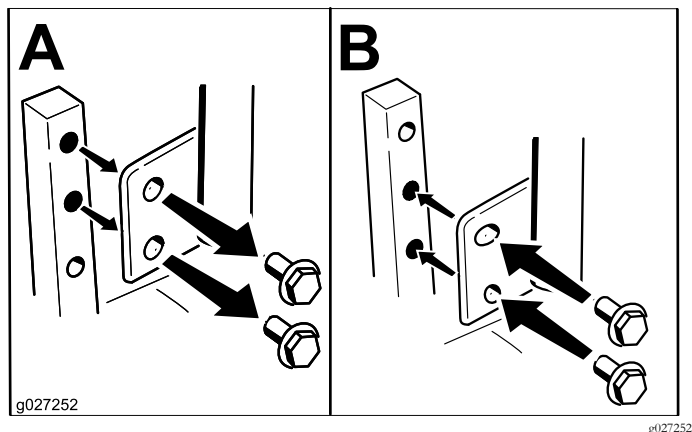

Bild 11
Die Höhe der Fahrtriebshebel kann für den optimalen Bedienerkomfort nach oben oder unten angepasst werden (Bild 11).
2. Lösen Sie die untere Schraube etwas, sodass der Schalthebel sich nach vorne oder nach hinten drehen lässt (Bild 11).